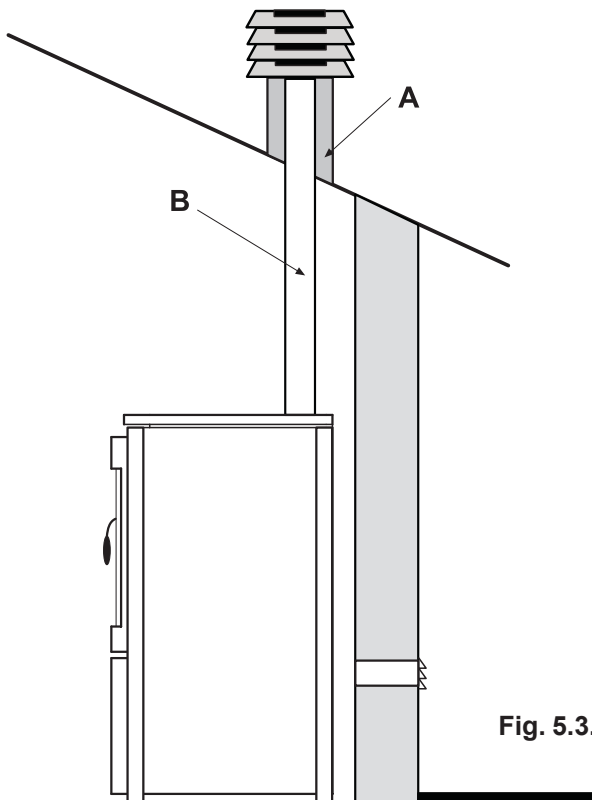

Fig. 5.3.11
- En cas de conduit de cheminée présentant une large section, il est nécessaire de « l'intuber » avec une canalisation en acier (le diamètre étant fonction du parcours), isolée de manière appropriée (Fig. 5.3.11).
- En caso de cañón con sección mayor, es necesario “entubar” el cañón con una tubería de acero (de diámetro en función del recorrido) oportunamente aislada (Fig. 5.3.11).